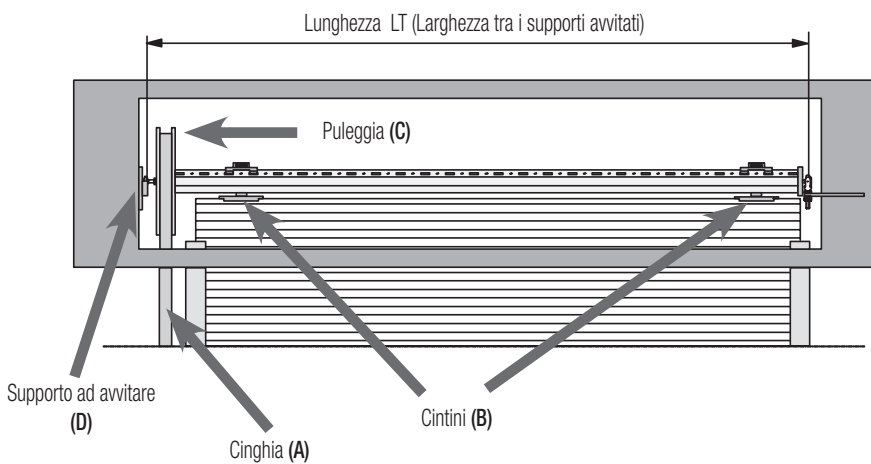

Fig. 5
2. Svincolare la cinghia (fig. 5 rif. A) dalla puleggia (fig. 5 rif. C) e sganciare i cintini (fig. 5 rif. B) dal rullo esistente.